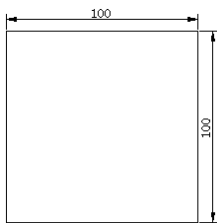

图 12-1 绘制矩形
- 02 使用快捷键 REC 激活【矩形】命令，绘制长宽分别为 100 的矩形，结果如图 12-1 所示。